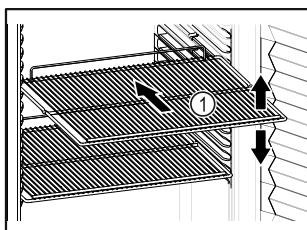

Fig. 63 Beispielhafte Darstellung
- Wenn Ablageflächen Fig. 63 (1) versetzbar sind, Ablageflächen je nach Höhe anpassen.